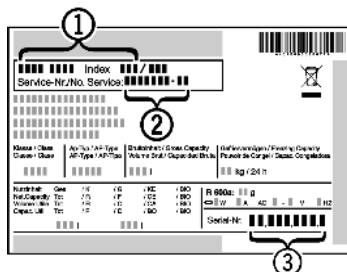

Fig. 10
- Z typového štítku odčítajte označenie zariadenia Fig. 10 (1), servisné č. Fig. 10 (2) a sériové č. Fig. 10 (3). Typový štítok je na ľavej vnútornej strane zariadenia.
- Upovedomte zákaznický servis a oznámte chybu, označenie zariadenia Fig. 10 (1), servisné č. Fig. 10 (2) a sériové č. Fig. 10 (3).